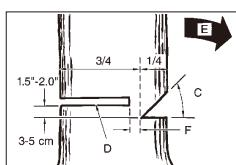

Fig. 11B
**ADVARSEL:** Gå aldrig foran et træ, som har fået et indsnit. Lav fældesnittet (D) på den anden side af træet, og lave det ca. 3-5cm over kanten af indsnittet (C) (Fig. 11B).